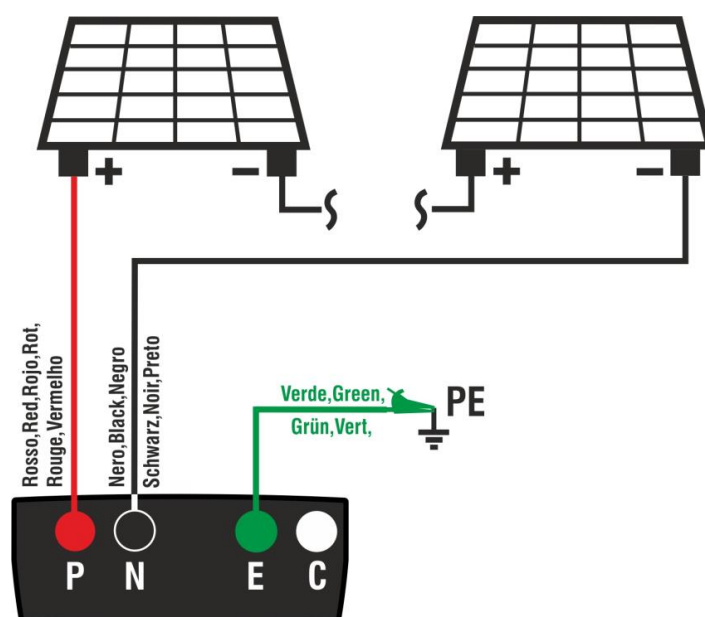

Fig. 7: Collegamento strumento per misura di isolamento in modo DUAL
6. Collegare lo strumento alla stringa FV in prova come mostrato in Fig. 7. **La prova può essere eseguita anche su più stringhe in parallelo fra loro. Si ricorda che occorre sezionare anche eventuali scaricatori connessi ai cavi della stringa/stringhe e che è consigliabile eseguire la misura a monte di eventuali diodi di blocco**